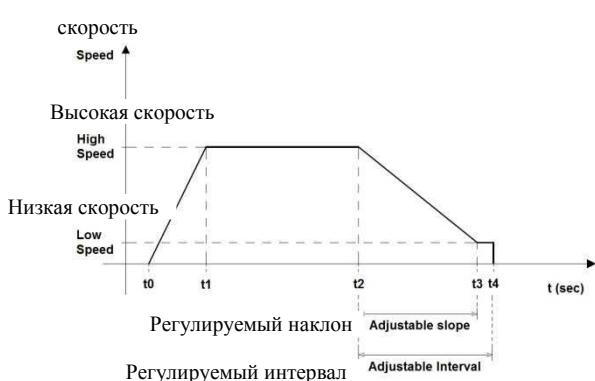

Рис. 8
- b) В течение интервала t_0-t_1 возрастает частота вращения двигателя, до тех пор пока не будет достигнута высокая скорость (HS), установленная с помощью параметра «ВЫСОКАЯ СКОРОСТЬ»(*HIGH SPEED*) (**ФАЗА УСКОРЕНИЯ**). Градиент ускоряющего линейного изменения предварительно настроен.
- c) После достижения высокой скорости (HV) следует интервал t_1-t_2 с движением на постоянной высокой скорости (**УСТАНОВИВШЕЕСЯ СОСТОЯНИЕ**)(*STEADY STATE*).
- d) В момент времени t_2 частота (скорость) вращения двигателя уменьшается до тех пор, пока не будет достигнута низкая скорость (LS) в момент времени t_3 , который установлен с помощью параметра **НИЗКАЯ СКОРОСТЬ (LOW SPEED)** (**ФАЗА ТОРМОЖЕНИЯ**). Линейное изменение при замедлении предварительно настроено с помощью параметра *RAMP*. Следовательно, длительность интервала t_2-t_3 является функцией этого параметра.
- e) При достижении низкой скорости (LS) следует интервал t_3-t_4 с движением на постоянной малой скорости (**ФАЗА «НИЗКАЯ СКОРОСТЬ» (LOW SPEED)**).
- f) В момент времени t_4 двигатель останавливается (**НЕМЕДЛЕННЫЙ ОСТАНОВ**). В случае цикла открытия момент времени t_4 соответствует моменту времени, в который двигатель завершает выполнение числа оборотов, предусмотренное для открытия дверей и предварительно запомненное во время выполнения фазы инициализации (рис. 8). В случае выполнения цикла закрытия момент времени t_4 соответствует моменту времени, в который дверь закрывается, и детектируется сигнал контакта «дверь закрыта», исходящий от датчика S1 (рис. 9).